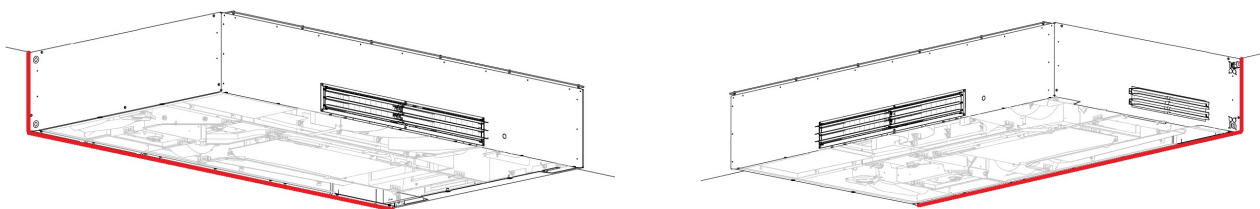

Figur 18: Fugning af mellemrum omkring rør, snittegning
Snittegningen i Figur 18 nedenfor viser en væg med rørføring og rørbeslag. Den grå kasse til højre markeret med tallet '1' er et anlæg monteret på indersiden.
- Påfør fugemasse på rørens yderside, se '4' i Figur 18 ovenfor.